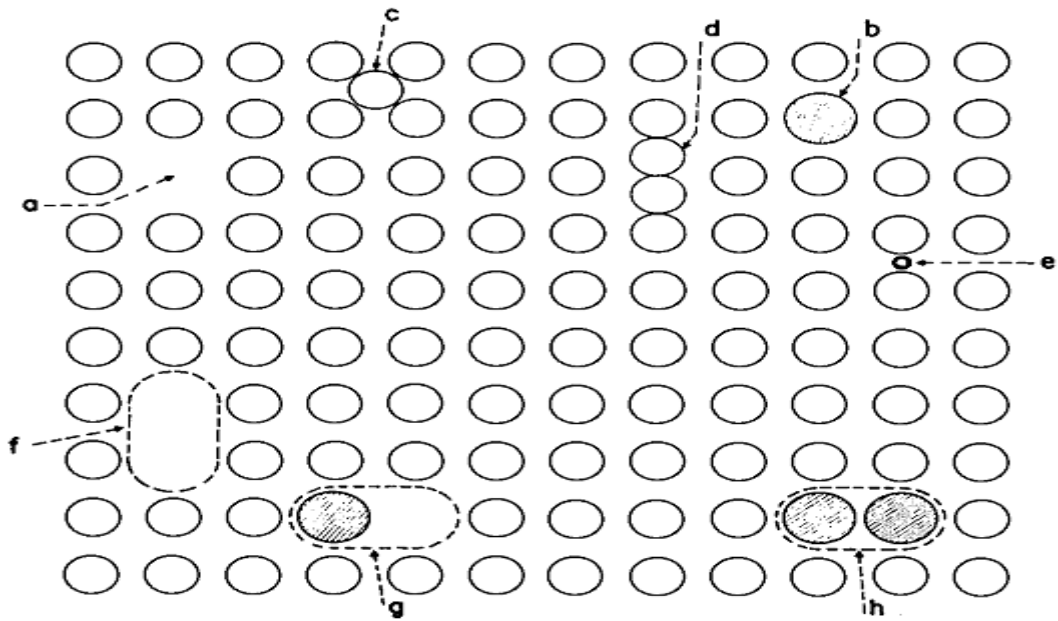

Figure 01
- 3) Quelle est la différence entre le solide de la figure 01 et celui de la figure 02 ? (01 Point)
6) Définir tous les types des défauts montrés sur la figure 01. (02 Points)
- La figure 01 : Un solide cristallin monoatomique **(0,5 Point)**.
- 6) Les défauts existants dans la figure 01 représentent :